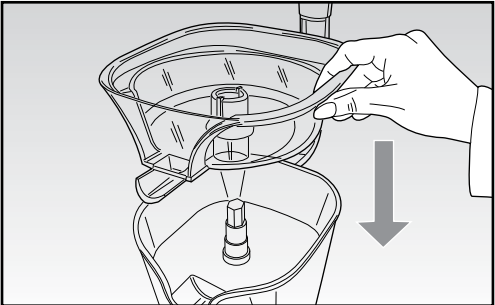

Fig. 3
- Wstawić kanalik (D) w taki sposób, aby odpowiedni otwór centralny złączył się ze sworzniem (E) i dzióbek umieścił się we wgłębieniu znajdującym się w obudowie urządzenia (Rys. 3).
- Wstawić filtr (C) nad kanalikiem (D), aby szczelniey